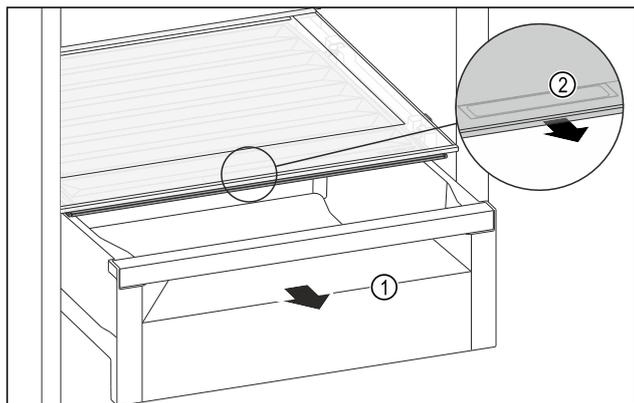

Fig. 108
- ▶ Estrarre il cassetto Fig. 108 (1).
- ▶ Afferrare la maniglia incassata Fig. 108 (2) sul coperchio dello scomparto e tirare allo stesso tempo in avanti il coperchio dello scomparto.